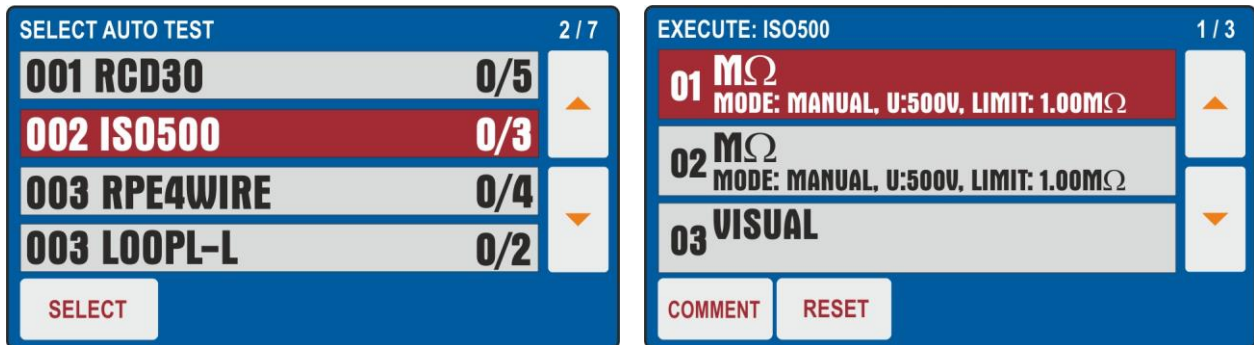

Fig. 76: Pantalla inicial función AUTO TEST
1. Pulse la tecla **FUNC** y seleccione la función **AUTO TEST**. La pantalla de Fig. 76 – parte izquierda se muestra en el visualizador
2. Use las teclas flecha ▼ o ▲ para seleccionar el Autotest deseado (ej.: medida de Aislamiento con tensión de prueba 500VCC y 3 pruebas incluidas) y toque la tecla **SELECT** o bien directamente la línea correspondiente. El mensaje “0/X” en el cual X=número de prueba presente en el Autotest indica que ninguna prueba interna ha sido realizada. La pantalla de Fig. 76 – parte derecha se muestra en el visualizador